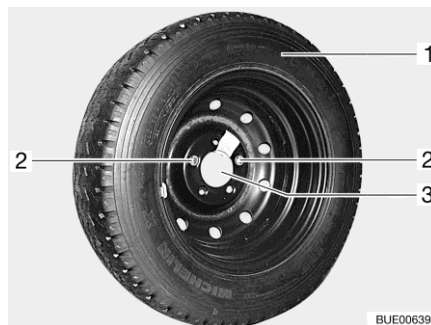

Fig. 305 Étrier de roue de secours dans le garage arrière
- Dévisser et retirer les deux vis de fixation (Fig. 305,2) avec les outils de bord.
- Retirer la roue de secours (Fig. 305,1) de l'étrier (Fig. 305,3).